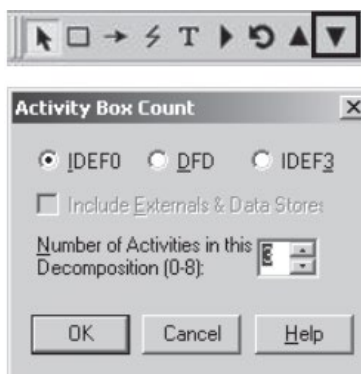

Рис.1. Диалог Activity Box Count
1. Выберите кнопку перехода на нижний уровень в палитре инструментов и в диалоге Activity Box Count установите число работ на диаграмме нижнего уровня –3 и нажмите ОК (рис.1).